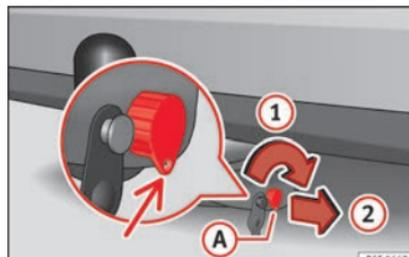
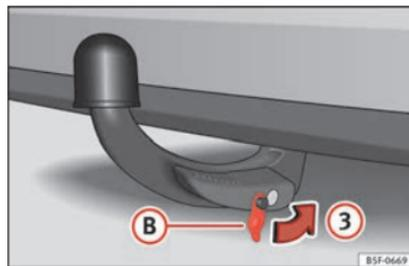

Fig. 237 Verrouiller la serrure
Fig. 238 Placer le cache sur la serrure
- Tournez la clé **①** dans le sens de la flèche **①** jusqu'à ce que la partie trouée de la clé atteigne sa position inférieure »» fig. 237.
- Retirez la clé dans le sens de la flèche **②**. »»
- Placez le cache **(B)** sur la serrure dans le sens de la flèche **(3)** » fig. 238 » ❶.
❶ ATTENTION